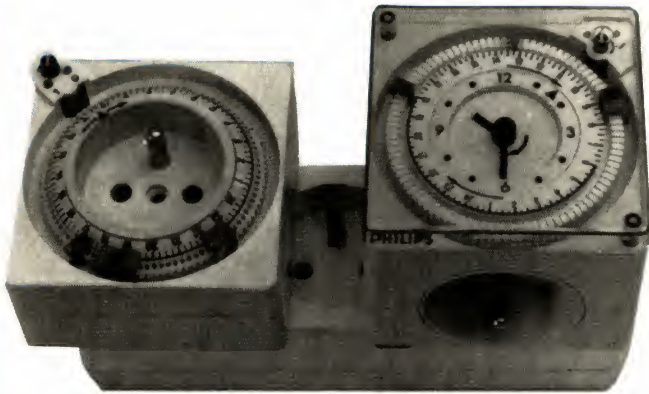

Figure 1. – Les deux modèles de programmeurs utilisés.
Les deux appareils que nous avons retenus (fig. 1) sont des modèles 24 heures (il existe des modèles sept jours réservés à d'autres utilisations). Le positionnement des fiches plastiques (vertes et rouges) pour effectuer la mise en route et l'arrêt des appareils à contrôler est réalisé sur une couronne rotative entraînée par le moteur du programmeur. Cette mise en place peut être faite de 1/4 heure en 1/4 heure avec un minimum d'une demi-heure entre chaque séquence.
– Protection contre le vol. Dans ce cas, utiliser deux programmeurs branchés sur un bloc multiprise (trois prises en ligne 10/16A) pourvu d'une rallonge avec prise mâle surmoulée (par exemple Le-grand) qui sera relié au secteur (voir fig. 1). Chaque